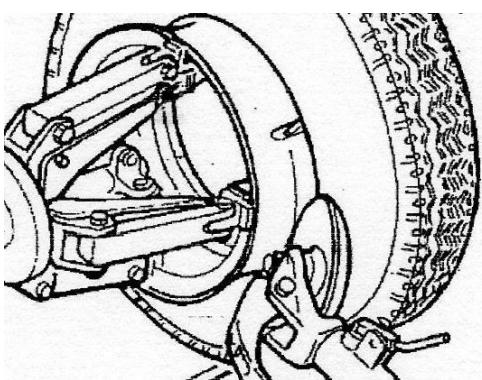

Рисунок 29
- Поверните устройство отжима борта и одновременно переместите диск ближе к шине, следя за контуром разъёмного кольца, пока второй борт не высвободится полностью (примечание: нанесите смазку, осуществляя эту операцию). Продолжайте перемещать диск вперёд, пока с обода не будет демонтирована половина шины (см. Рисунок 29).